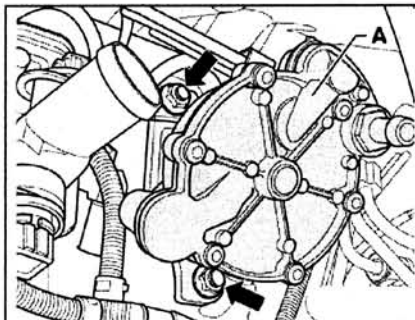

Рис. 7.33. Открутите гайки (стрелки) и снимите вакуумный насос А.
2. Открутите гайки (стрелки) и снимите вакуумный насос А (рис. 7.33).